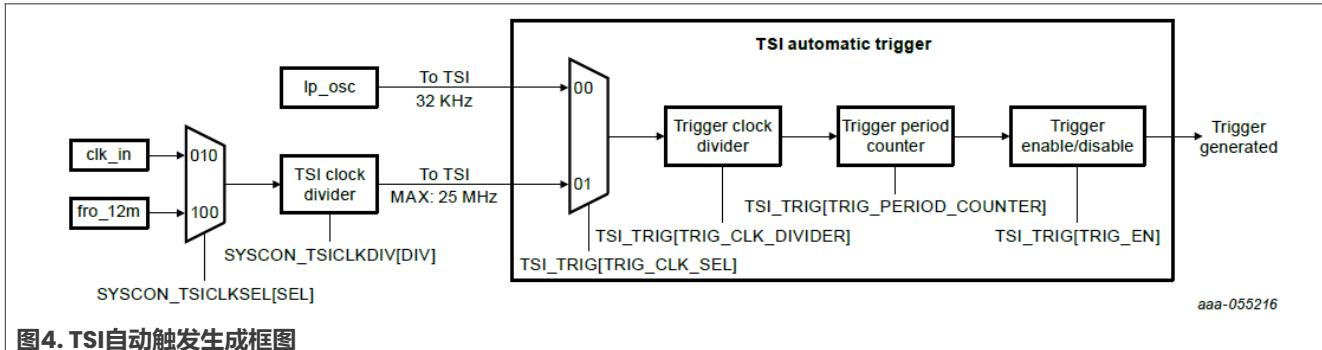

图4. TSI自动触发生成框图
5. 自动触发功能。TSI有三种触发源，包括通过写入TSIO_GENCS[SWTS]位的软件触发、通过INPUTMUX的硬件触发，以及通过TSIO_AUTO_TRIG[TRIG_EN]的自动触发。图4所示为自动触发生成的过程。